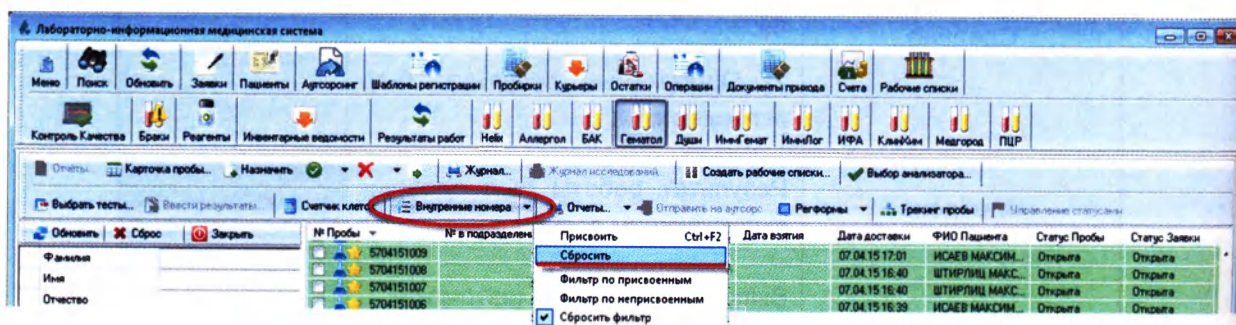

Рисунок 5.6
3. Чтобы отредактировать введенный внутренний номер, выделите необходимую запись журнала, нажмите кнопку «Внутренние номера» и в выпадающем меню выберите пункт «Сбросить» (Рисунок 5.6):